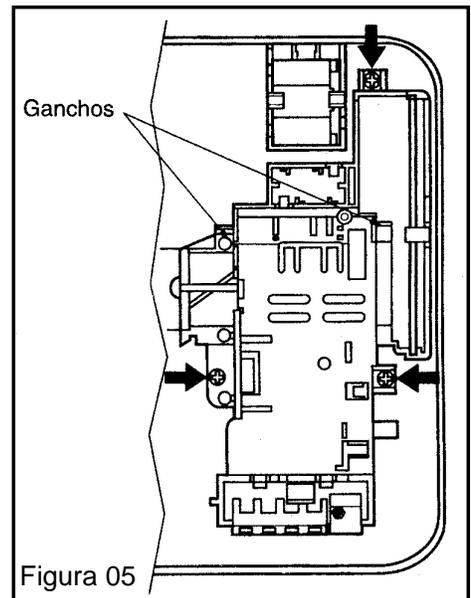

Figura 05
- Agora, remova os três parafusos que prendem a Caixa de Controles no Chassis, figura 05;
- Para remover a Caixa de Controle retire os dois Ganchos que estão na parte superior, figura 05.